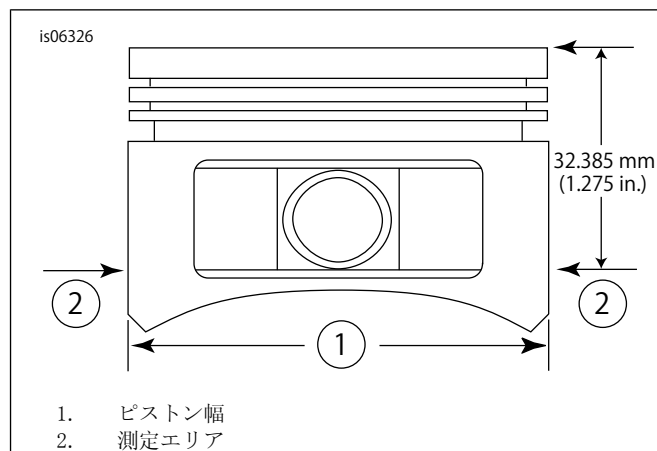

図2。ピストン測定
5. 図2を参照してください。ピストンピン穴の両側から水平に90度、ピストン(2)のデッキ面(上)から1.275インチピストン(2)のデッキ(上)面から(32.385mm)下。この位置のピストン-シリンダーフィットについては表11を参照してください。